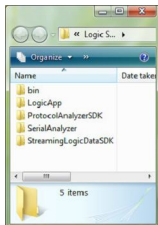

Рис. 9. Установленные компоненты пакета SDK
- Инсталлятор SDK не регистрируется в системе Windows, он просто распаковывает пакет в папку с названием «Logic SDK», по умолчанию – на рабочий стол (рис. 9);